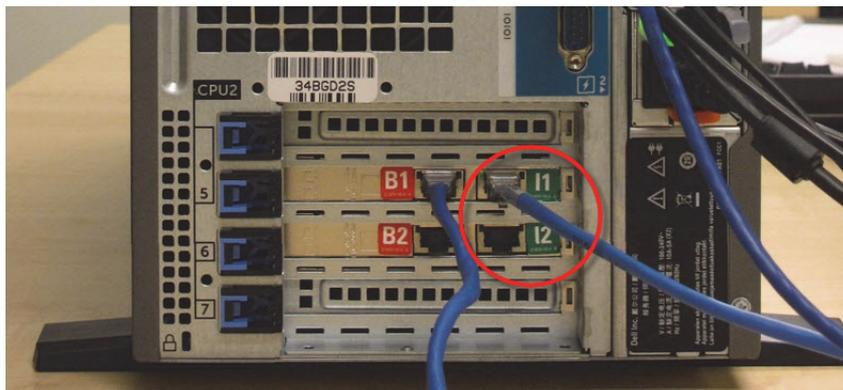

Figura 152: Porte strumento sul controller
3. Scollegare il cavo di rete Strumento dalla porta denominata **I1** o **I2** sul controller primario e ricollegarlo alla stessa porta sul controller secondario. Vedere Figura 152.